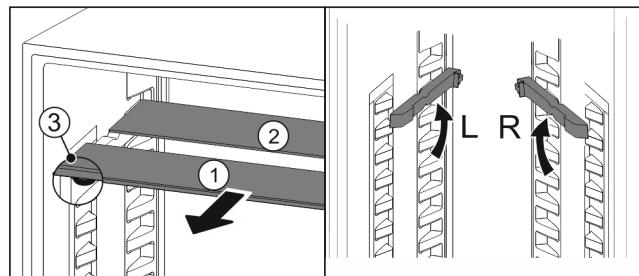

Fig. 86
- Vytiahnite sklené dosky jednotlivo dopredu Fig. 86 (1).
- Sklená doska Fig. 86 (1) s ozdobnou lištou leží vpred.
- Zarážky Fig. 86 (3) ukazujú nadol.